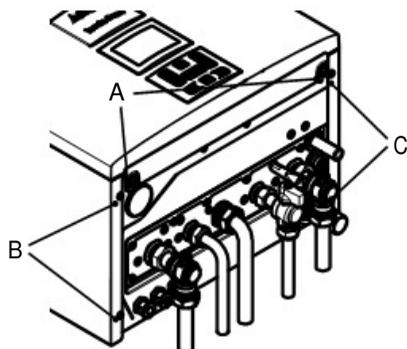
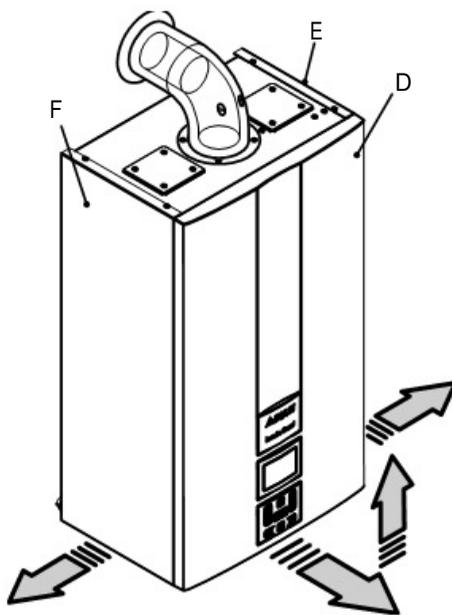

Figura 9.1
Figura 9.2
- Desenrosque los tornillos A y desmonte el panel frontal D tirando de él hacia usted y luego levantándolo para liberarlo de los alojamientos superiores (Figura 9.1 y Figura 9.2).
Añoje los tornillos B y C de la Figura 9.1 y desmonte los dos paneles laterales E y F tirando de ellos hacia afuera.
- Sujete el panel frontal D con los tornillos A previstos (Figura 9.1).